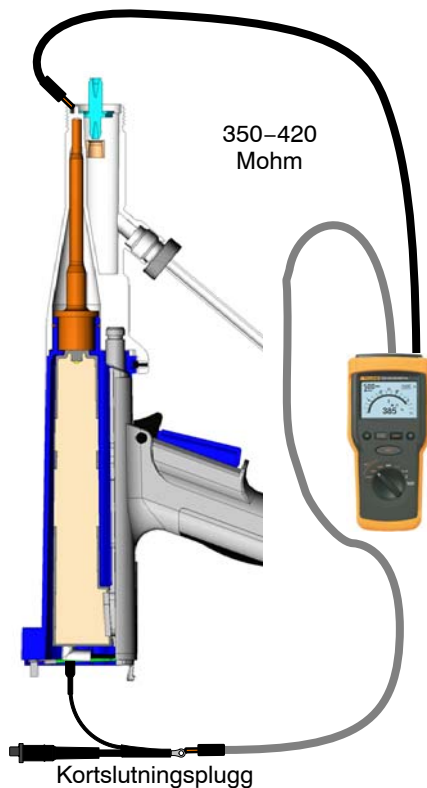

Bild 13 Test med hjälp av kortslutningsplugg
Använd tillvalet kortslutningsplugg som visas i bild 13 när man kontrollerar resistansen mellan multiplikatorns kontakt och adaptorns fjädrande kontaktstift. Se *Tillval* i avsnittet *Reservdelar* där artikelnumret för kortslutningspluggen anges.
1. Se bild 13. Tag av ändhylsan och munstycket från spraypistolen.